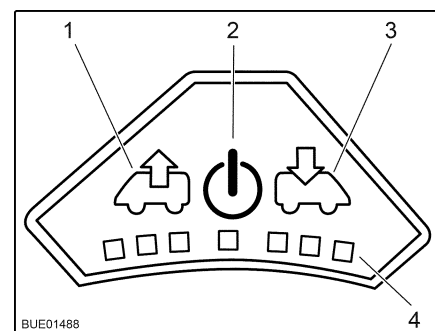

Fig. 50 Panneau de commande du ventilateur
- Allumer :* ■ Appuyer sur la touche Marche/Arrêt (Fig. 50,2). Le ventilateur fonctionne en mode confort (aération à faible vitesse de rotation).
- Ventiler :* ■ Pour augmenter la vitesse de rotation du ventilateur : appuyer sur la touche Ventiler (Fig. 50,1). La vitesse de rotation du ventilateur augmente d'un niveau de puissance dans le sens de l'échappement. Les DEL (Fig. 50,4) montrent les niveaux de puissance.
- Pour réduire la vitesse de rotation du ventilateur : appuyer sur la touche Aérer (Fig. 50,3). La vitesse de rotation du ventilateur diminue d'un niveau de puissance.
- Aérer :* ■ Pour augmenter la vitesse de rotation du ventilateur : appuyer sur la touche Aérer (Fig. 50,3). La vitesse de rotation du ventilateur augmente d'un niveau de puissance dans le sens de l'aération. Les DEL (Fig. 50,4) montrent les niveaux de puissance.
- Pour réduire la vitesse de rotation du ventilateur : appuyer sur la touche Ventiler (Fig. 50,1). La vitesse de rotation du ventilateur diminue d'un niveau de puissance.
- Éteindre :* ■ Appuyer sur la touche Marche/Arrêt (Fig. 50,2). Le ventilateur s'arrête, les DEL s'éteignent.